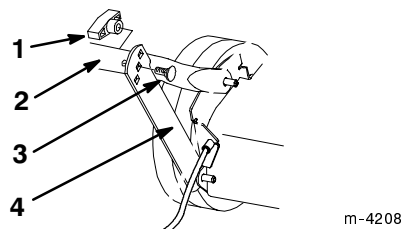

Figure 3
3. Rabattez la partie inférieure du mancheron en arrière et redressez les supports pour les aligner avec les trous du mancheron (Fig. 3).
4. Fixez le mancheron aux supports à l'aide des deux boulons plats et des deux boutons, en choisissant les trous de réglage de hauteur les mieux adaptés à votre taille (Fig. 3).